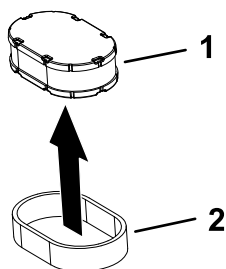

Figura 39
5. Separate gli elementi in schiuma sintetica e di carta (Figura 39).